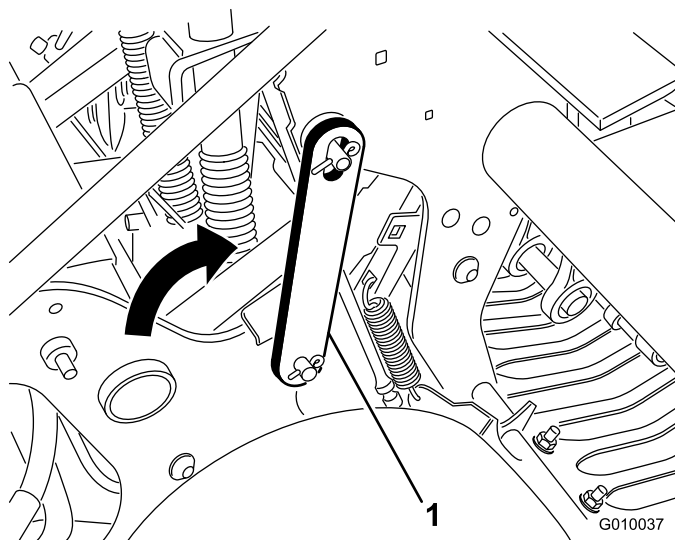

図 21
3. ラッチを後ろ向きに回転させて、コアリング・ヘッドのピンにはめ込む（図 21）。クリップ・リングで固定する。